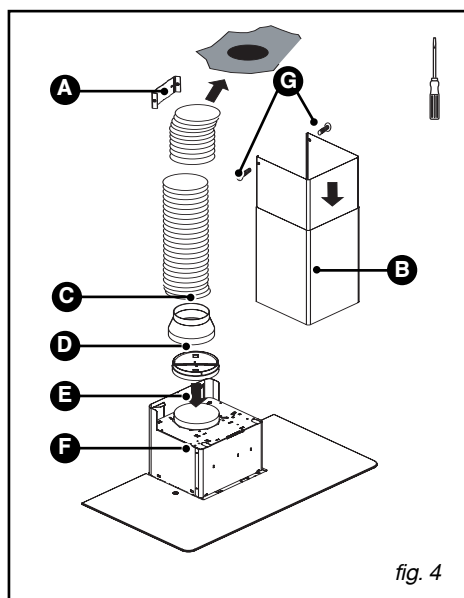

fig. 4
– Incastrare l'estremità del condotto sull'uscita motore (Fig. 4).
– Preparare il camino telescopico avendo cura di nascondere le prese d'aria (Fig. 4). Inserire i camini l'uno dentro l'altro il più possibile.
– Fissare la parte superiore del camino (B/Fig. 4) al supporto camino metallico (A/Fig. 4) con le due viti (G/Fig. 4).